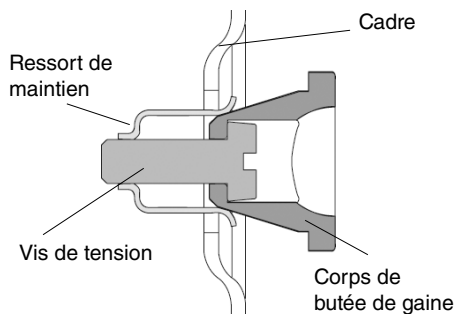

Fig. 10.1
- 3 / Serrer la vis de tension à **1Nm** jusqu'au maintien complet de la butée dans son logement (Fig. 10.1).